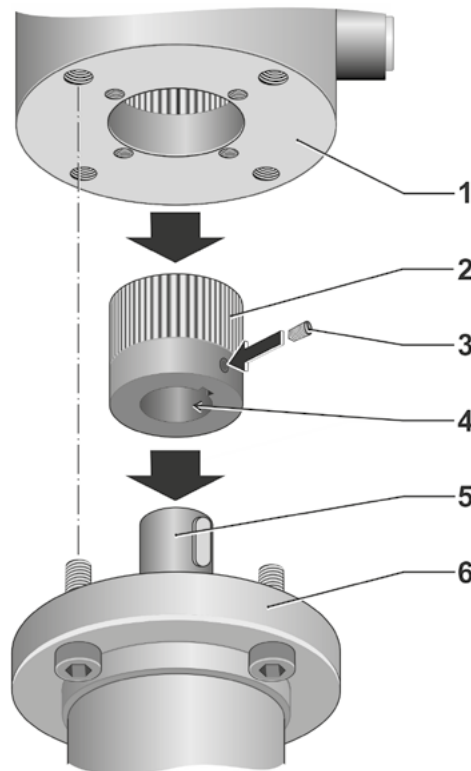

Abb. 1: Montage mit Kupplung
3. Schwenkantrieb (Abb. 1, Pos. 1) auf Armatur (Pos. 6) aufsetzen: